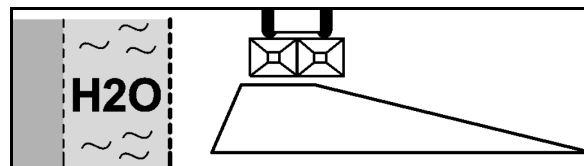

Fig. 73
3. Kantspredning (Fig. 73):
For grensespredning (i samsvar med gjødslingsforskriftene) (Fig. 71) el. **kantspredning** (mot egne jorder som skal behandles likt) (Fig. 73) skal **venstre Omnia-Set** spredeskive (kantspredning på venstre side - normalt tilfelle), sett i kjøreretning, skiftes ut med den tilsvarende grensespredeskiven **Tele-Set**.